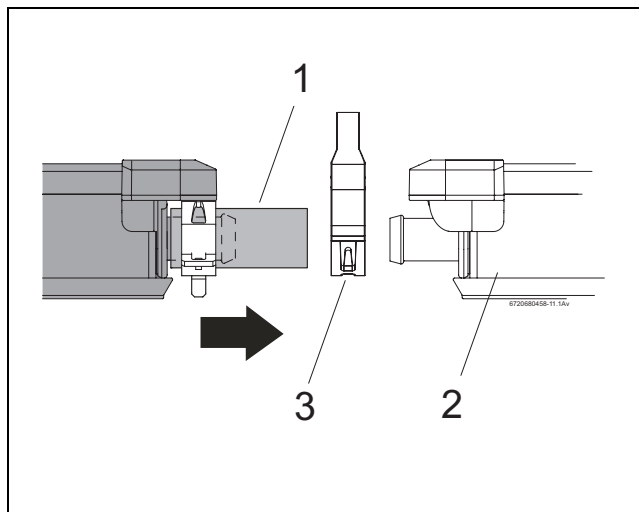

Fig. 63 Insérer le deuxième capteur dans le premier
- Poser le deuxième capteur avec les tuyaux solaires prémontés (→ fig. 63, [1]) sur les rails profilés et laisser glisser dans les dispositifs de sécurité anti-glissement.
- Pour les deux connexions, glisser la deuxième bride du compensateur (→ fig. 63, [3]) sur le flexible solaire [1].
- Glisser le deuxième capteur contre le premier (→ fig. 63, [2]) de manière à ce que les tuyaux solaires prémontés soient placés sur les raccords gauches du premier capteur.